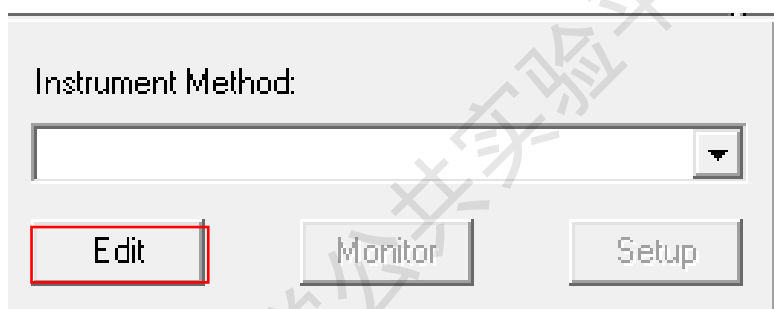

图6-19
6.5.6.1. 如图 6-19, 在 Run sample 界面, 找到 Instrument Method 小窗, 双击 Edit。电脑桌面下方出现闪烁的新图标, 点击该图标进入 Instrument Method Editor 方法编辑窗口。